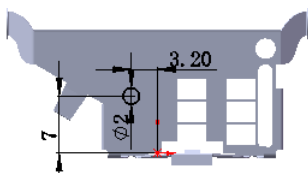
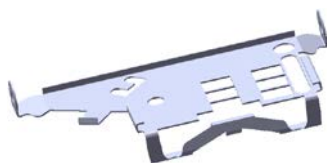

图 6.82 横断面草图
图 6.83 切除—拉伸 9
② 定义横断面草图。在草图环境中绘制图 6.82 所示的横断面草图。
(3) 定义切除深度属性。在“切除—拉伸”对话框的 **方向 1** 区域中选中 ☒ **与厚度相等(L)** 复选框与 ☒ **正交切除(N)** 复选框。
(4) 单击 按钮，完成切除—拉伸 8 的创建。
Step30. 创建图 6.83 所示的切除—拉伸 9。